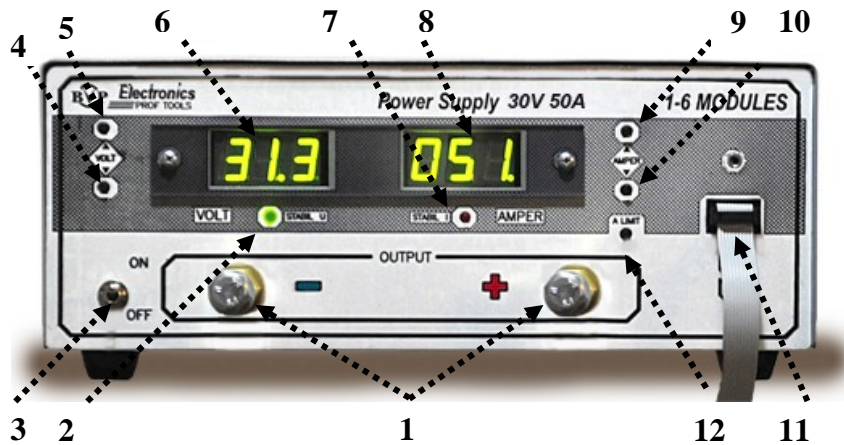

Рис. 2. Расположение органов управления на передней панели головного модуля источника питания
На передней панели головного модуля источника питания размещены оперативные органы управления выходными параметрами, цифровые индикаторы встроенных измерительных приборов вольтметра и амперметра, световые индикаторы режимов работы, разъем сигнального шлейфа и выходные клеммы. На рис. 2 показан внешний вид передней панели головного модуля и расположение на ней всех органов управления и индикации.
модулей. При этом с небольшой задержкой загорятся цифровые индикаторы головного модуля, световые индикаторы **3** (на рис. 2) на управляемом модуле и заработают продувочные вентиляторы. Если хранение и транспортирование источника проводились в условиях, отличающихся от рабочих, то перед включением необходимо выдержать его в рабочих условиях не менее 1-го часа.
- режим стабилизации напряжения "*Stabil U*" – зеленый цвет индикатора **2** (рис.2);
Управление источником питания с передней панели головного модуля будет осуществляться при помощи оперативных органов управления (кнопками **4-5**, **9**, **10**, **12** (рис.2), оперативным выключателем **3**). При этом, компьютерный шнур RS-232 не должен быть подключен к головному модулю.
- 8.1.1 Включите источник питания без нагрузки (переместив тумблер **3** (рис.2) в положение "*ON*").